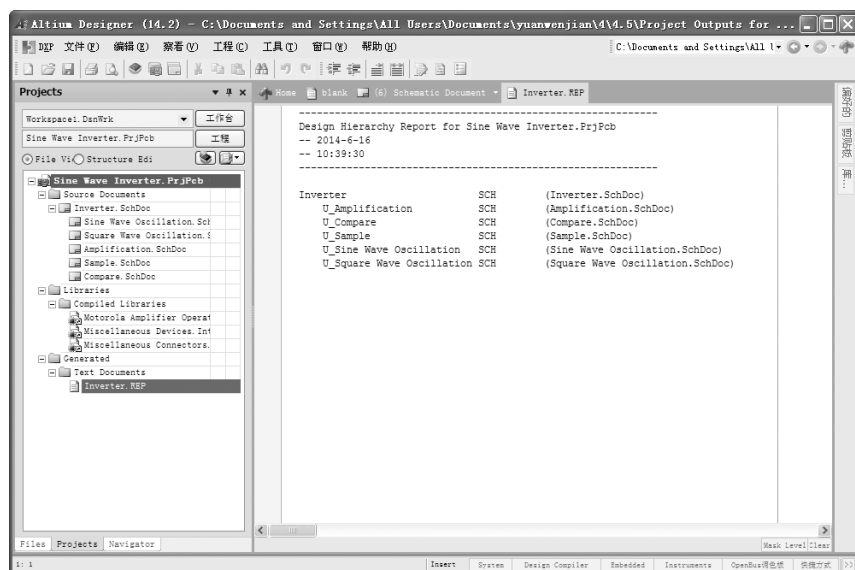

图 5-34 层次设计报表
2) 选择菜单命令“报告”→“Report Project Hierarchy”(工程层次报告), 系统将生成层次设计报表, 如图 5-34 所示。